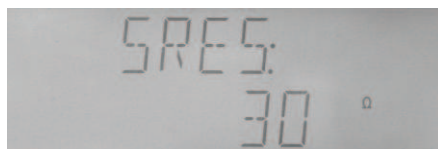

Figura 4-12 Selección de la resistencia
- Seleccione "SERS" mediante **【▲】** o **【▼】**, como se ve en la figura 4-12.